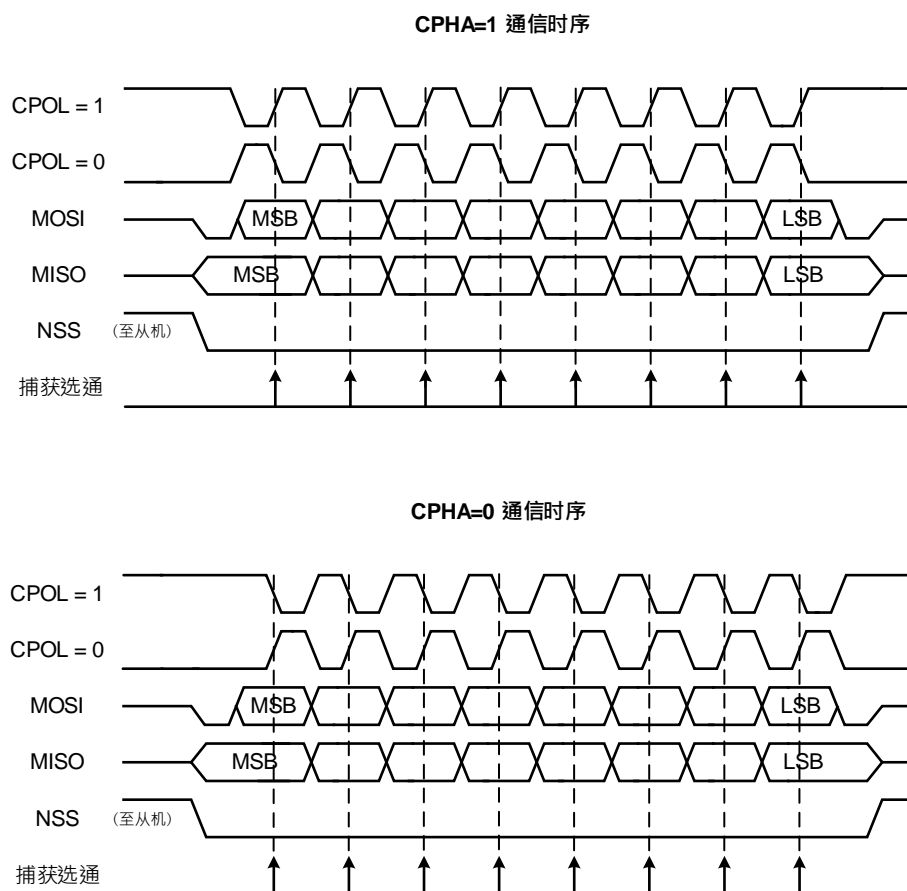

图 27-2 SPI 格式
2. 配置 **SPI_CON1.CPOL** 和 **SPI_CON1.CPHA** 位，以定义数据传输和串行时钟之间的关系(四种关系中的一种)(参见 图 27-2)。